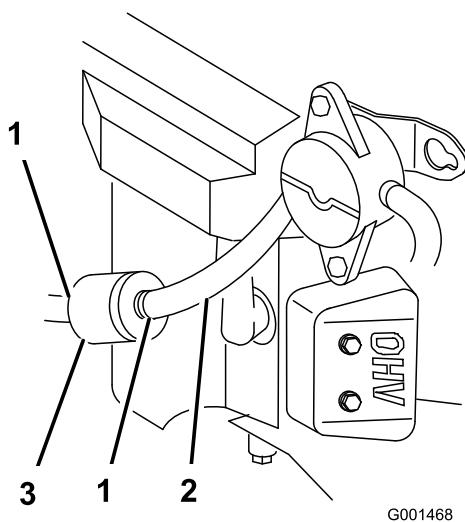

Figure 32
4. Pincez les extrémités des colliers et faites glisser ceux-ci pour les éloigner du filtre (Figure 32).